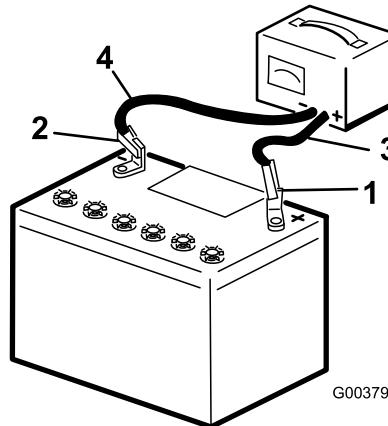

Рисунок 48
- Подсоедините положительный провод зарядного устройства к положительному штырю аккумулятора (Рисунок 48).
- Подсоедините отрицательный провод зарядного устройства к отрицательному штырю аккумуляторной батареи (Рисунок 48).
6. После полной зарядки аккумулятора отсоедините зарядное устройство от источника электропитания и штырей аккумулятора (Рисунок 48).